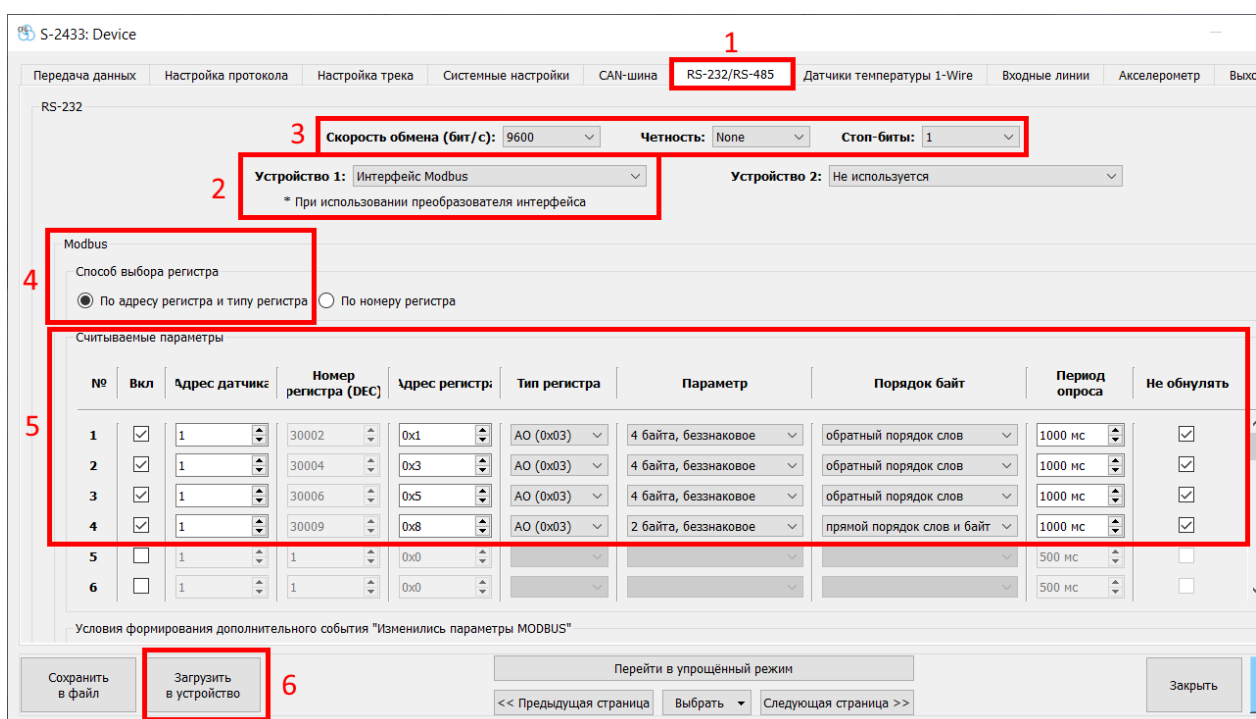

Рисунок 3
Откроется окно конфигурации терминала (рисунок 3).
5. Поле «Считываемые параметры» заполнить согласно *рисунок 3*.